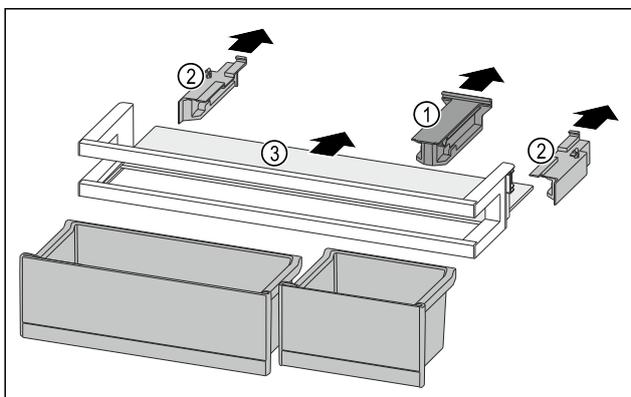

Fig. 119
- ▶ Estrarre l'elemento di tenuta Fig. 119 (1).
- ▶ Togliere gli elementi laterali Fig. 119 (2).
- ▶ Rimuovere il ripiano Fig. 119 (3).